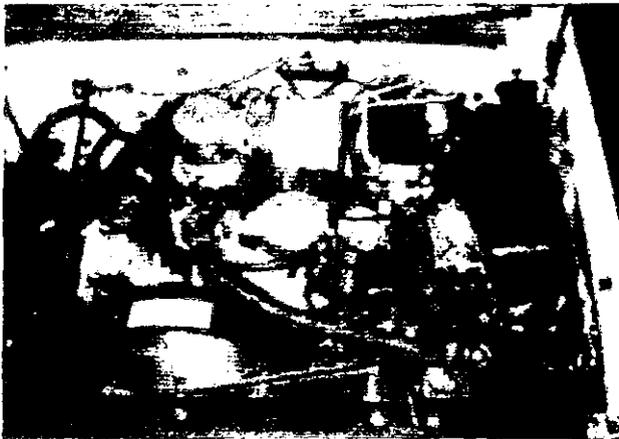
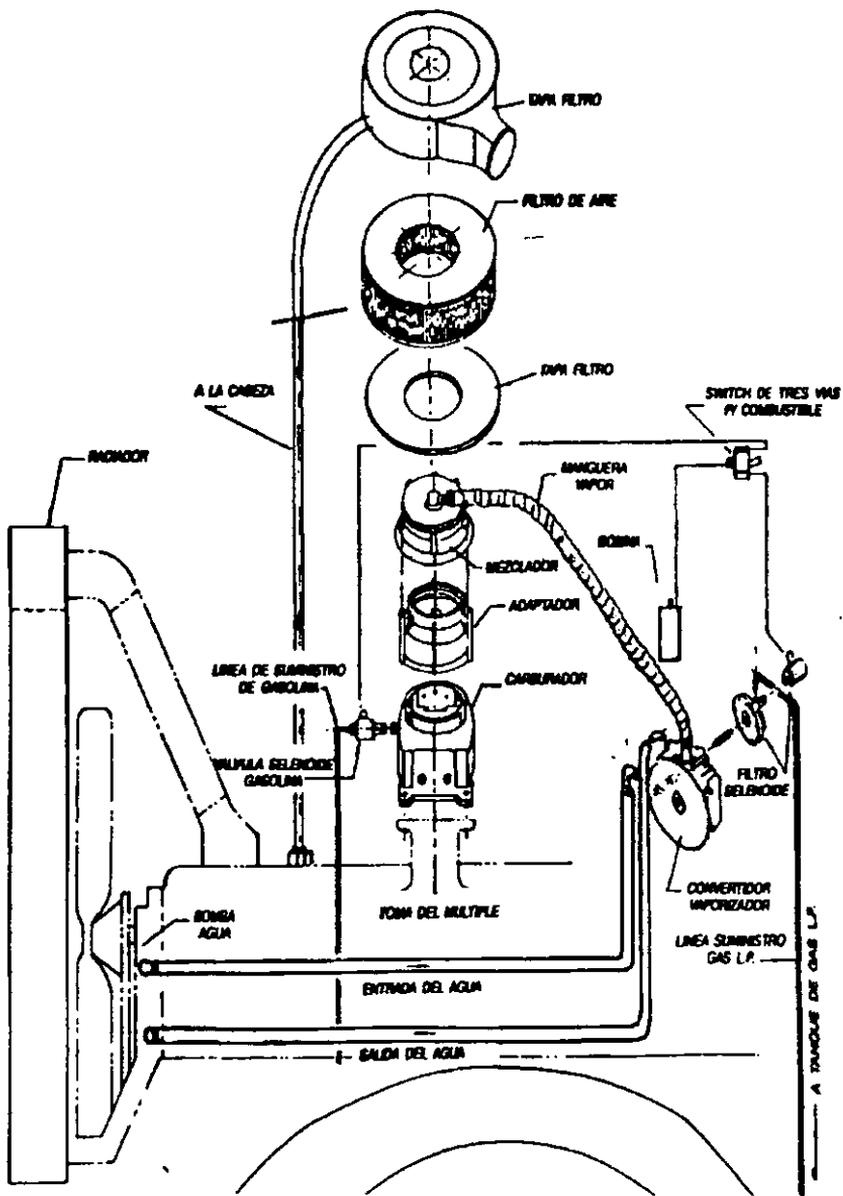

Figura 6.4 Conversión realizada en sistema con carburador.
Figura 6.3 Montaje en sistema con carburador.
**Encendido con bobina:** Generalmente estos son modelos anteriores a 1998, se procede retirando la tapa del filtro de aire y el filtro despejando la parte superior del carburador, se instalará el adaptador colocado encima justo encima del carburador, sobre el adaptador que proporciona una base semejante a la de la tapa del filtro, se instala el mezclador que se encuentra alimentado mediante una manguera para vapor por el regulador/vaporizador, por encima del mezclador se coloca el filtro de aire con su correspondiente tapa. El regulador/vaporizador que alimenta al mezclador es alimentado por el filtro/solenoides ubicado antes de la línea de combustible que viene del tanque de GLP. El regulador/vaporizador se encuentra conectado al sistema de enfriamiento por dos mangueras para agua que le proporcionan la temperatura ideal para la vaporización de GLP; El filtro/solenoides se encuentra conectado al sistema de encendido. La figura 6.3 muestra una instalación en motor con carburador donde se aprecian los componentes del sistema, la figura 6.4 muestra el trabajo realizado.